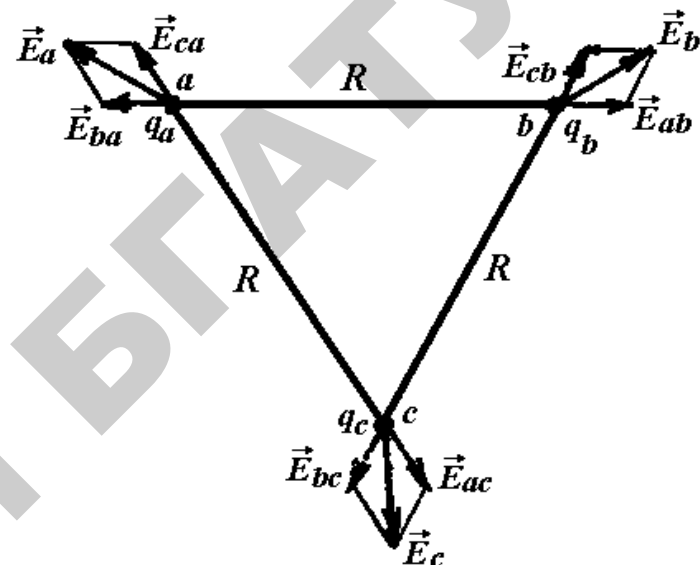

Рис. 7.1
7.3.1. Определить напряженность поля в точках  $a$ ,  $b$ ,  $c$  и силу, которая действует в вакууме на каждый из трех точечных зарядов  $q_a$ ,  $q_b$ ,  $q_c$ , находящихся на расстоянии друг от друга  $R = 3$  мм,  $q_a = q_b = q_c = 15 \cdot 10^{-12}$  Кл (рис. 7.1)